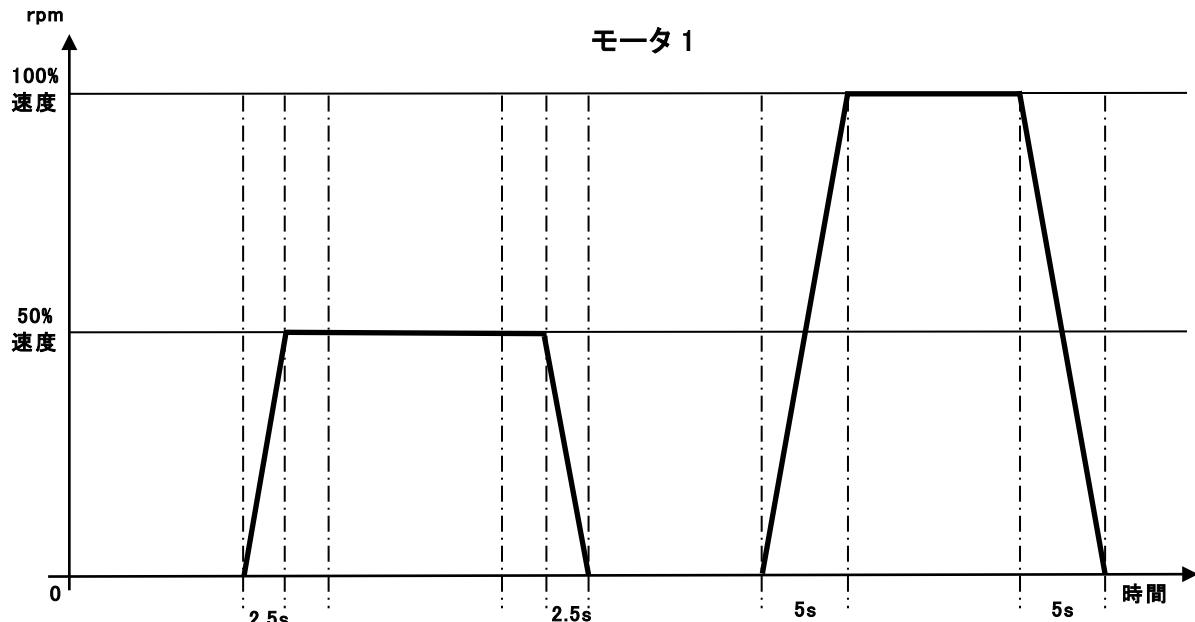

図 5.1 VSD による速度制御
- ・ モータスピードのランプアップおよびランプダウンは、VSD で図 5.1 に従って制御し、 $0\% \Rightarrow 100\%$ または、 $100\% \Rightarrow 0\%$ まで 5 秒で到達すること。